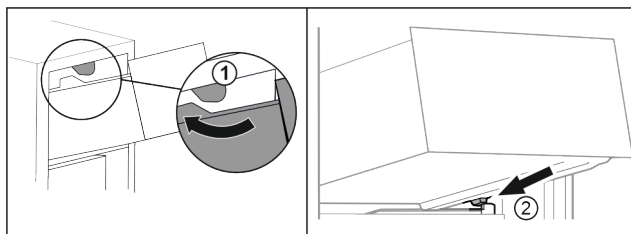

Fig. 18
- ▶ Poprowadzić szufladę wokół górnego stopera. Fig. 18 (1)
- ▶ Założyć szufladę pod skosem za dolnymi stoperami na żebro pojemnika. Fig. 18 (2)